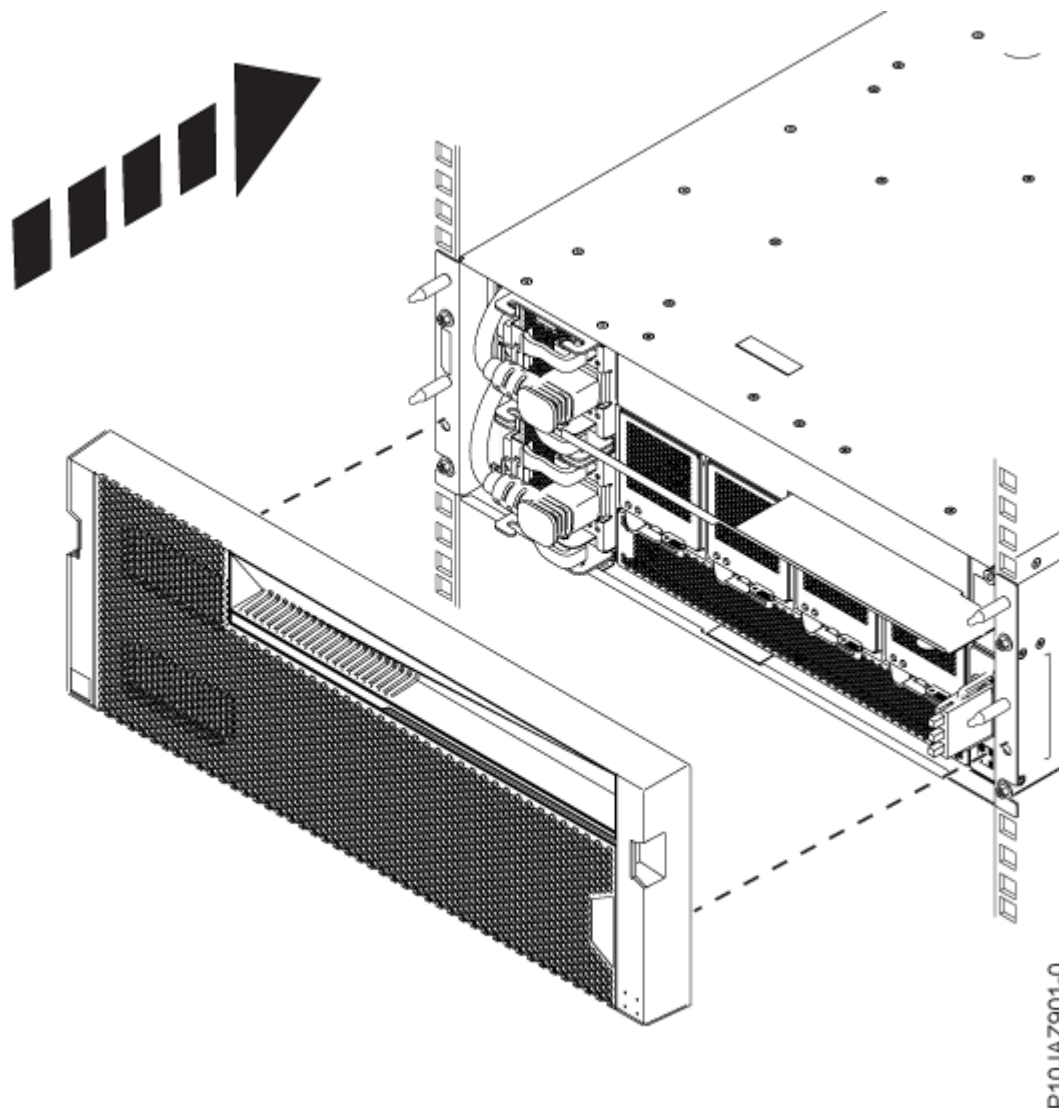

Figura 10. Instalación de la cubierta
- a) Alinee la cubierta **(A)** con las cuatro patillas de la parte frontal del cajón **(B)** y presione en su lugar, como se muestra en la Figura 10 en la página 13.